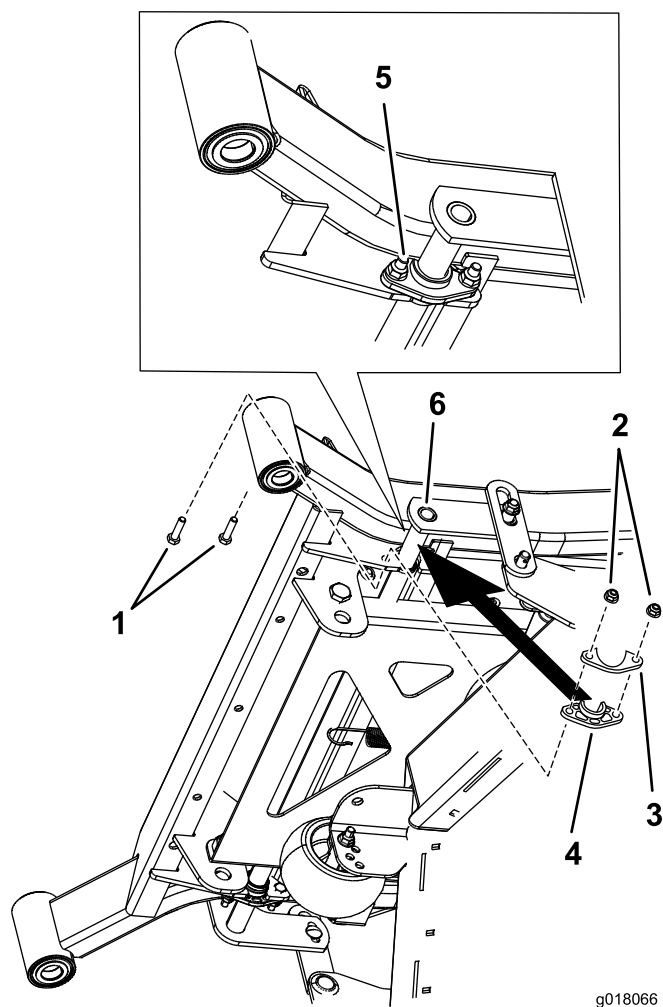

Figura 3
1. Rimuovete i due dadi e i due bulloni da ciascuna boccola flangiata esistente (Figura 3).
6. Fissate le boccole flangiate e le piastre metalliche di raccordo al telaio mediante i dadi e i bulloni rimossi in precedenza (Figura 3).